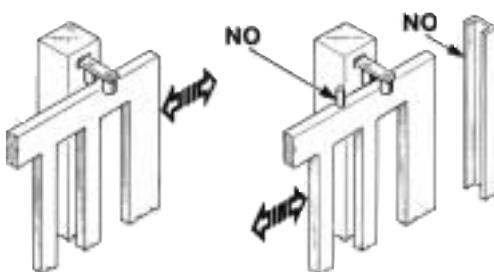

Fig. 3
Les poteaux du portail doivent avoir des glissières anti-dérapement sur la partie supérieure (Fig. 3), afin d'éviter tout décrochage accidentel.
**N.B.:** Éliminer les arrêts mécaniques du type indiqué, décrit dans la figure 3.